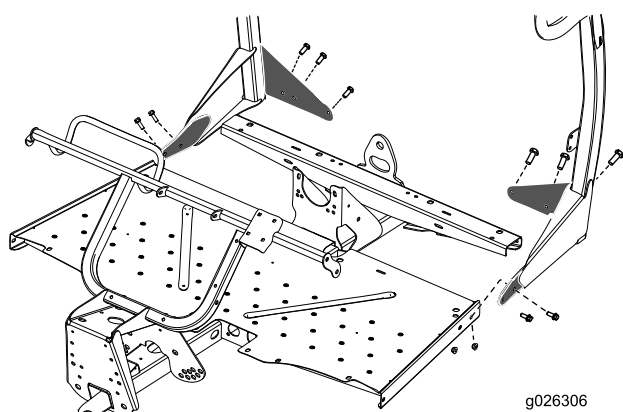

Figura 6
1. Coloque el ROPS en la máquina según se muestra en Figura 6, alineando los taladros de montaje en los lados y en la parte trasera.
3. Sujete el ROPS a los lados de la chapa de suelo con los otros 4 pernos (3/8") y 4 tuercas (3/8") (Figura 6).